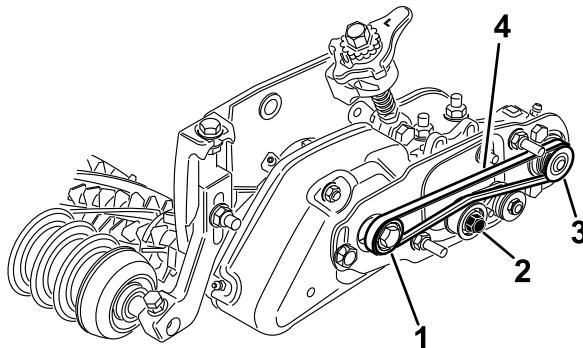

Figura 32
- Avvolgete la cinghia intorno alla puleggia **condotta** e successivamente intorno alla parte superiore della puleggia tendicinghia (Figura 32).
- Iniziate ad avvolgere la cinghia sulla **puleggia motrice** (Figura 32).